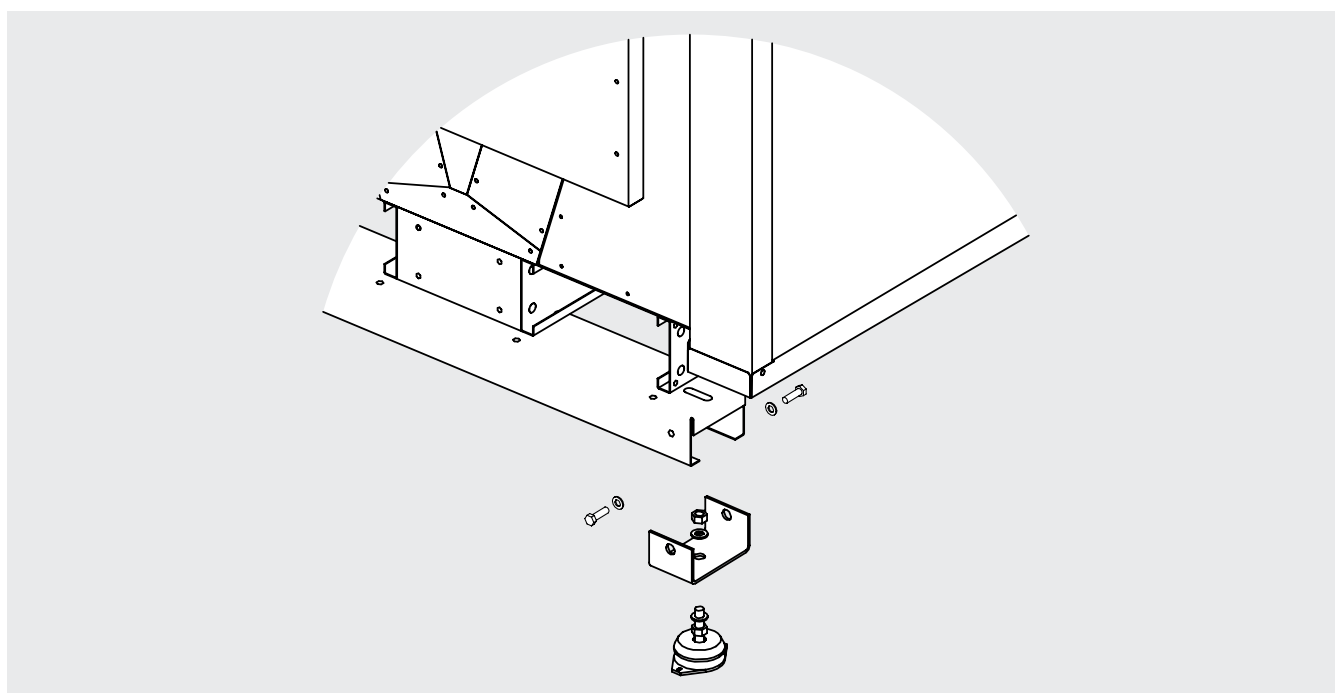

Figura 9
- 6.5 Il modello deve essere saldamente ancorato alla base d'appoggio, utilizzare tutti i punti di fissaggio. Per prevenire la trasmissione del rumore, impiegare eventualmente degli ammortizzatori. V. Figura 9.